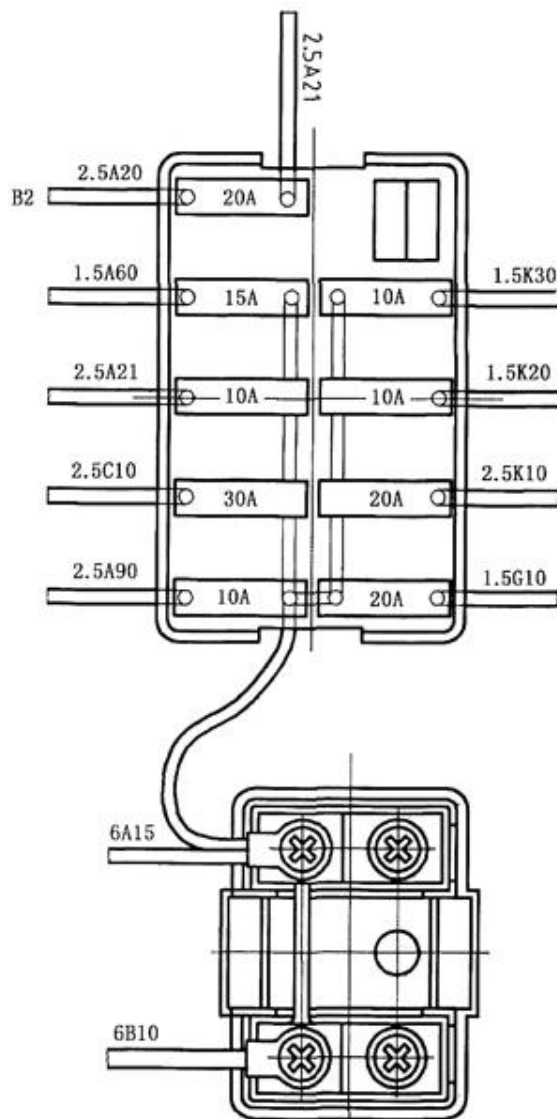

Рис. 2-26
2.2.3.3. Блок плавких предохранителей (Рис. 2-26)